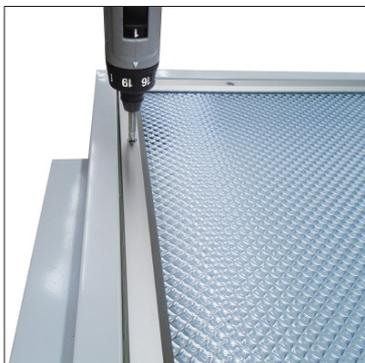

Fig. 1
1. Para instalar el luminario ES35 Aries primero es necesario retirar los 8 tornillos que fijan al marco con acrílico para ello utilice un destornillador con punta de cruz (Fig. 1).